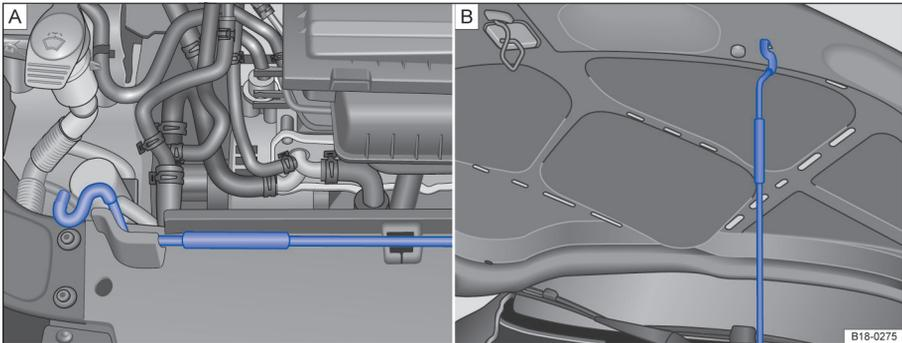

图 165 发动机舱盖支撑杆处于安放及固定位置
- 将发动机舱盖支撑杆⇒图 165 从其固定支架上取下。
- 将发动机舱盖支撑杆挂入图示位置的开口上⇒图 165。